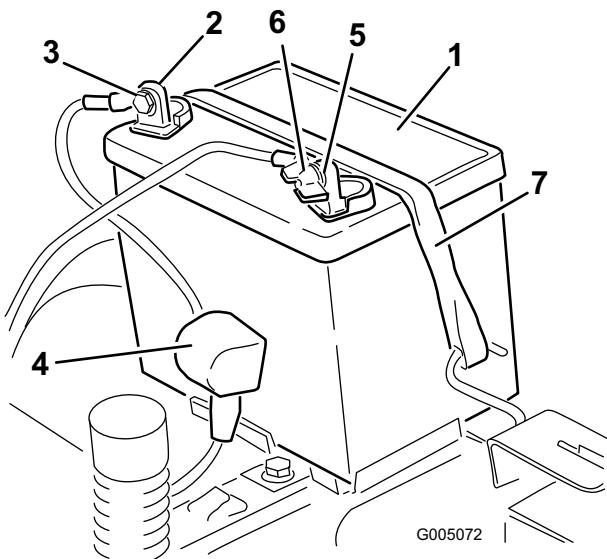

Figure 29
4. Débranchez le câble négatif (noir) de mise à la masse de la borne de la batterie (Figure 29). Mettez les fixations de côté.
5. Repoussez le capuchon en caoutchouc sur le câble positif (rouge). Débranchez le câble positif (rouge) de la borne de la batterie (Figure 29). Mettez les fixations de côté.
6. Enlevez la sangle de maintien de la batterie (Figure 29) et ôtez la batterie de son support.
1. Placez la batterie dans son support en tournant les bornes vers la position de fonctionnement (Figure 29).
5. Fixez la batterie en place à l'aide de la sangle de maintien (Figure 29).